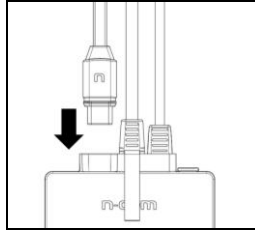

Abb. 29
- Richten Sie den Stecker der Tastenvorrichtung auf die E-Box aus (Abb. 29).